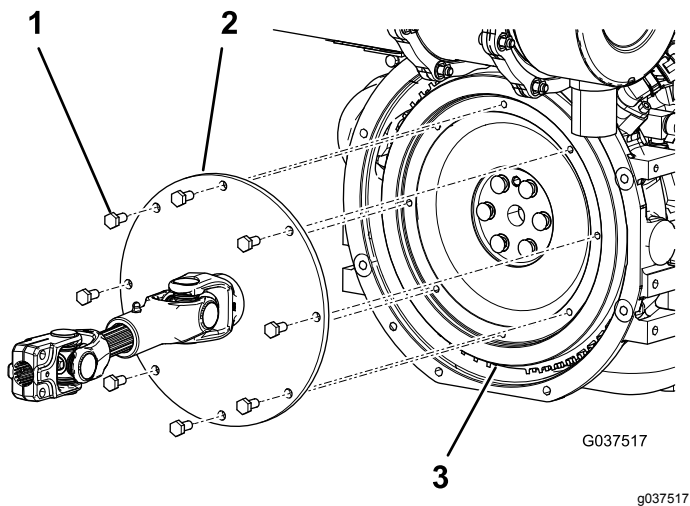

図 3
5. 既存の駆動シャフトの大きい方の端部をエンジンのフライホイールに固定しているキャップスクリュ8本を外して廃棄する図 3。